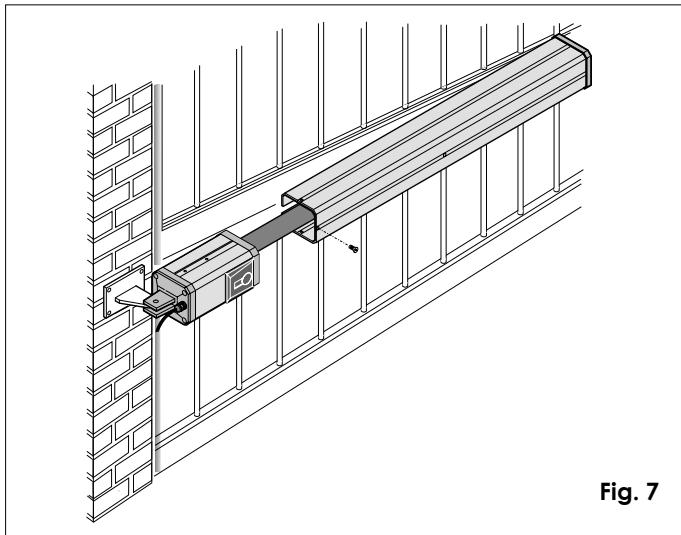

Fig. 7
- 12) Montare il carter di protezione e fissarlo con le apposite viti in dotazione, come da fig. 7.